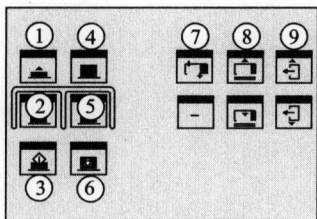

图 1-2 纸堆控制台面板
纸堆控制台面板按键如图 1-2 所示, 各按键的功能与作用如下: ①—副纸堆上升; ②—副纸堆下降; ③—副纸堆开/关; ④—主纸堆上升; ⑤—主纸堆下降; ⑥—纸堆升降停止; ⑦—吹风速度补偿; ⑧—吹纸嘴升高/降低; ⑨—主纸堆校正。